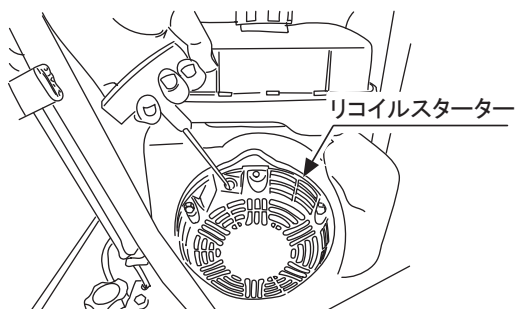

図 25
5. リコイルスターターの始動グリップを握り、最初に軽く負荷がかかる位置まで引きます。そこから勢い良く引張ってください。この時、ロープを引張り過ぎるとロープが切れたり抜けてしまう恐れがありますので御注意ください。またエンジン始動後も始動グリップは引いた状態で離さないで、持ったままでゆっくりと戻してください。(図25)